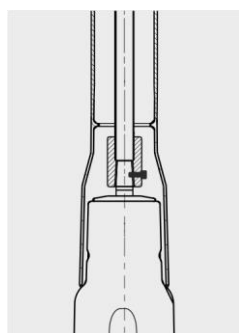

Рис.4
- e) сдвиньте пластиковый кожух вниз до упора (Рис. 4).